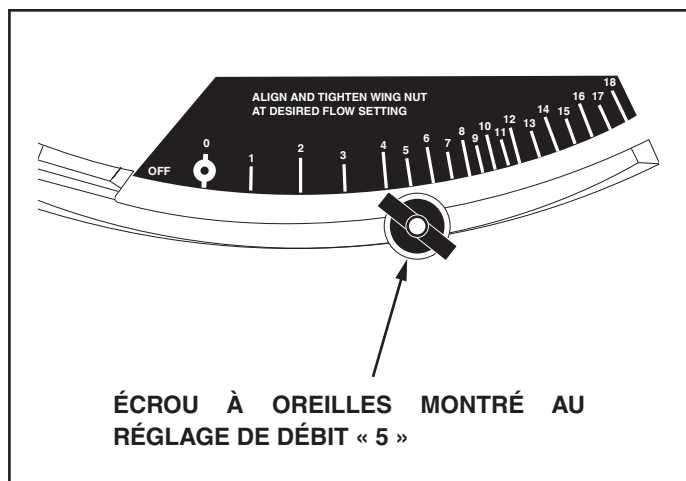

FIGURE 26
4. Desserrer l'écrou à oreilles en plastique et l'amener au réglage souhaité. Serrer l'écrou à nouveau. Voir la figure 26.